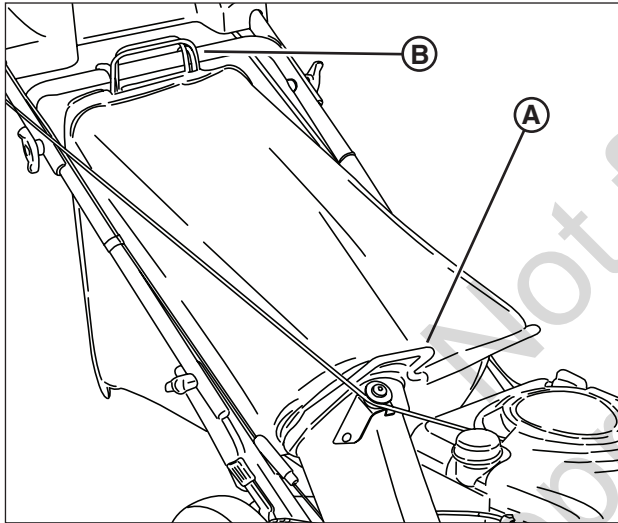

Figure 12: Installation du sac à herbe
2. Posez le sac à herbe en glissant le connecteur **(A)**, **Figure 12)** par-dessus la bride de l'adaptateur.